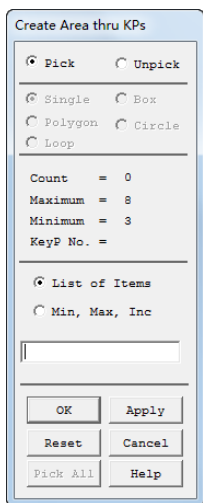
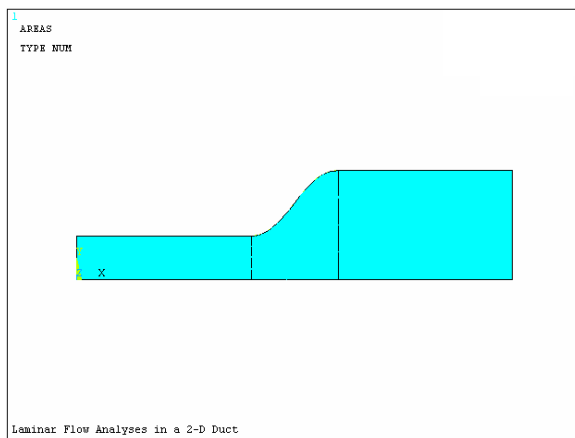

图 5-12 “拾取”对话框
图 5-13 生成过渡面模型
③建立过渡面模型：依次选择 Main Menu→Preprocessor→Modeling→Create→Areas→Arbitrary→Through KPs，会弹出“拾取对”对话框，如图 5-12 所示。拾取入口矩形的右边两个关键点和出口矩形的左边两个关键点，单击“OK”按钮，生成过渡面模型，如图 5-13 所示。